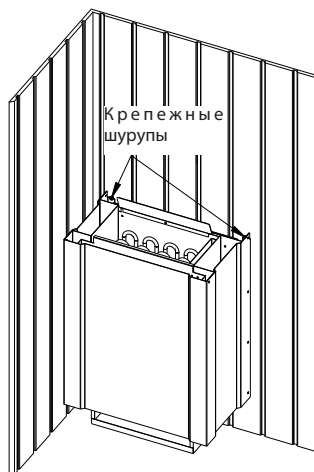

Рис.5
6. Закрепите печь на стене сауны 2-мя шурупами через отверстия на задней верхней части (рис. 5) либо закрепите печь к боковой стене через боковые отверстия (см. рис 6).